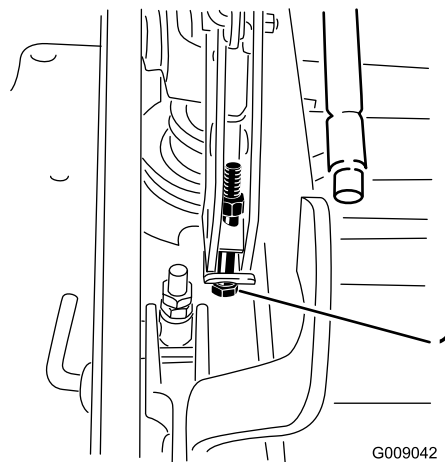

Figure 88
15. Si le tablier est trop bas, serrez le boulon de réglage monopoint dans le sens horaire. Si le tablier est trop haut, desserrez le boulon de réglage monopoint dans le sens antihoraire (Figure 88).